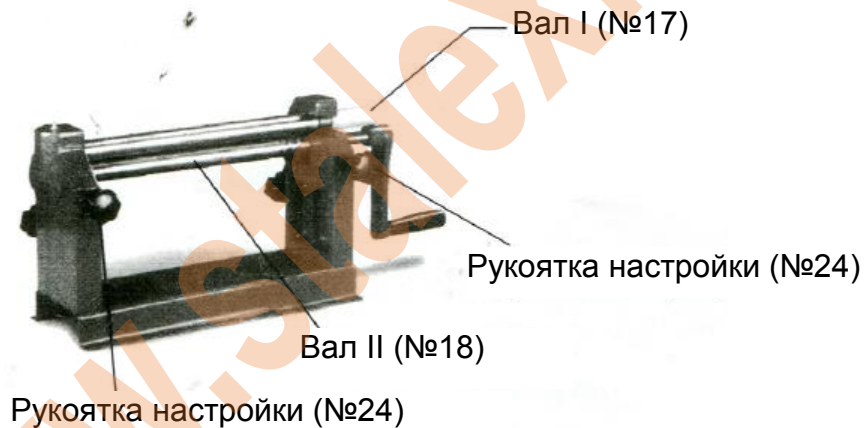

Рисунок 1 – Регулировка зазора для заготовки
1. Для увеличения зазора между ВАЛОМ I (№17) и ВАЛОМ II (№18) и настройки толщины заготовки необходимо ослабить РУКОЯТКУ НАСТРОЙКИ (№24). Для уменьшения зазора необходимо затянуть данную рукоятку. Необходимо убедиться, что обе рукоятки затянуты с одинаковым усилием. См. Рисунок 1.